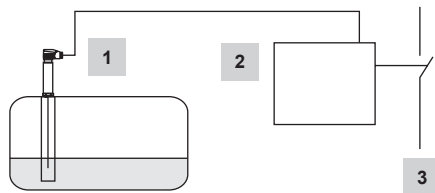

Fig. 6
- Fig. 6** **Warmwaterinstallaties (onder druk) en elektrisch verwarmde stoomketels volgens EN 12953-06. Stoomketelinstallaties met hoge beschikbaarheid volgens EN 12952-07 / EN 12953-06, 72u bedrijf.**